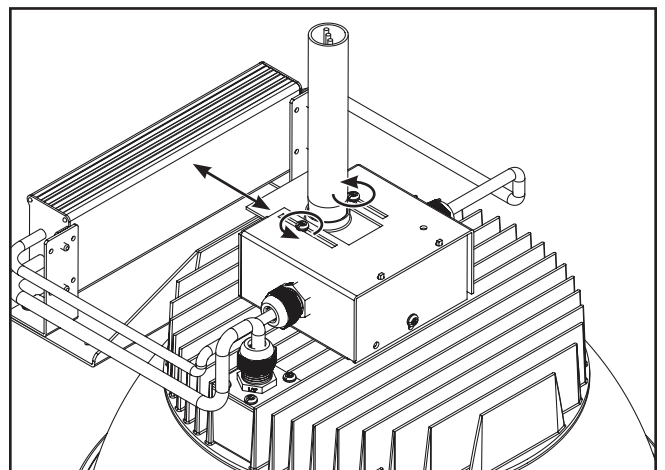

Figure 8.
- Desserrez les deux (2) vis sur le dessus de la plaque de montage ajustable sur 1,5 tour puis glissez la plaque de montage ajustable jusqu'à ce que le luminaire suspendu soit à niveau en vous aidant d'un niveau à bulle si nécessaire. Resserrez les deux (2) vis. (Figure 8)